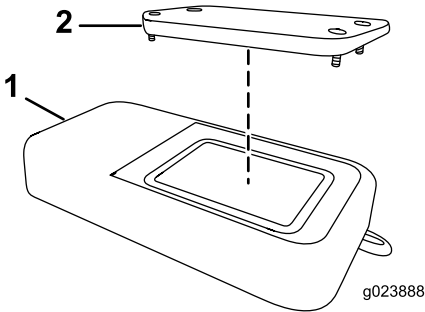

Figura 58
2. Retire la tapa (Figura 58).